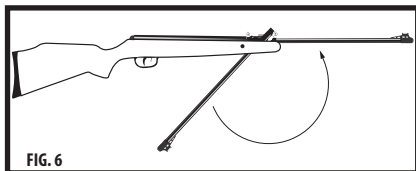

FIG. 6
- Remettez le canon dans sa position originale en poussant le canon vers le haut jusqu'à ce qu'il se verrouille en place (Fig. 6).